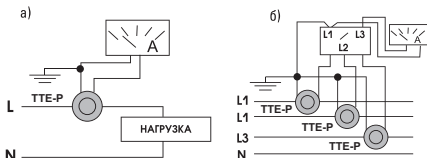

Рисунок 2
5.4 Схемы подключения амперметров через трансформаторы тока на рис. 2.